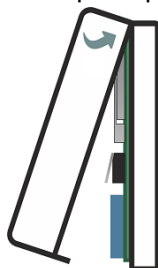

Рисунок 9.1 – Закрывание корпуса ретранслятора
3. Закройте корпус ретранслятора и затяните фиксирующий винт (см. рисунок 9.1).